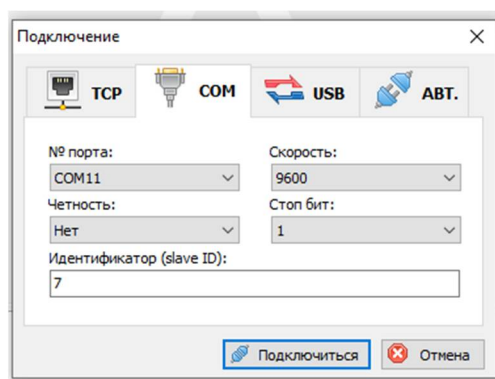

Рисунок 6 – Окно «Подключение».
Установка связи происходит при нажатии кнопки «Подключиться» . В появившемся окне (рисунок 6) необходимо выбрать тип подключения (COM), номер порта, четность (нет), адрес устройства, скорость подключения, стоп бит (1) и нажать кнопку «Подключить». Если связь установлена, появится вкладка отображающая установленные значения. На вкладке «Конфигурация» можно посмотреть текущие настройки модуля.